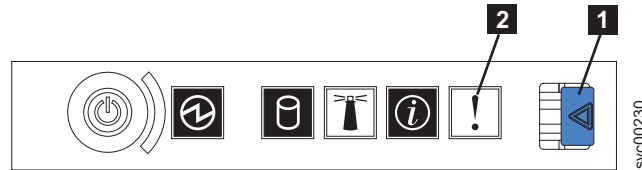

図 97. SAN ボリューム・コントローラー 2145-8G4 オペレーター情報パネル
1. SAN ボリューム・コントローラー 2145-8G4 オペレーター情報パネル 上のエラー LED (図 97 を参照) が点灯または明滅していますか?